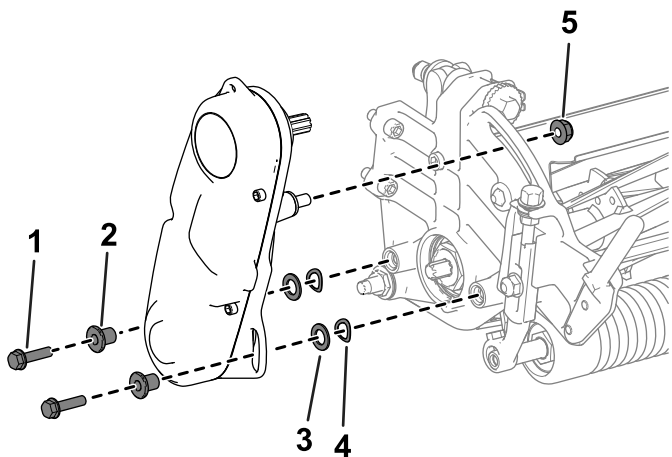

Figura 3
1. Rimuovete la bulloneria che fissa il gruppo trasmissione del cilindro alla piastra laterale (Figura 3).
2. Rimuovete il gruppo trasmissione del cilindro, le rondelle piatte, le rondelle elastiche e i distanziali dalla piastra laterale (Figura 3).